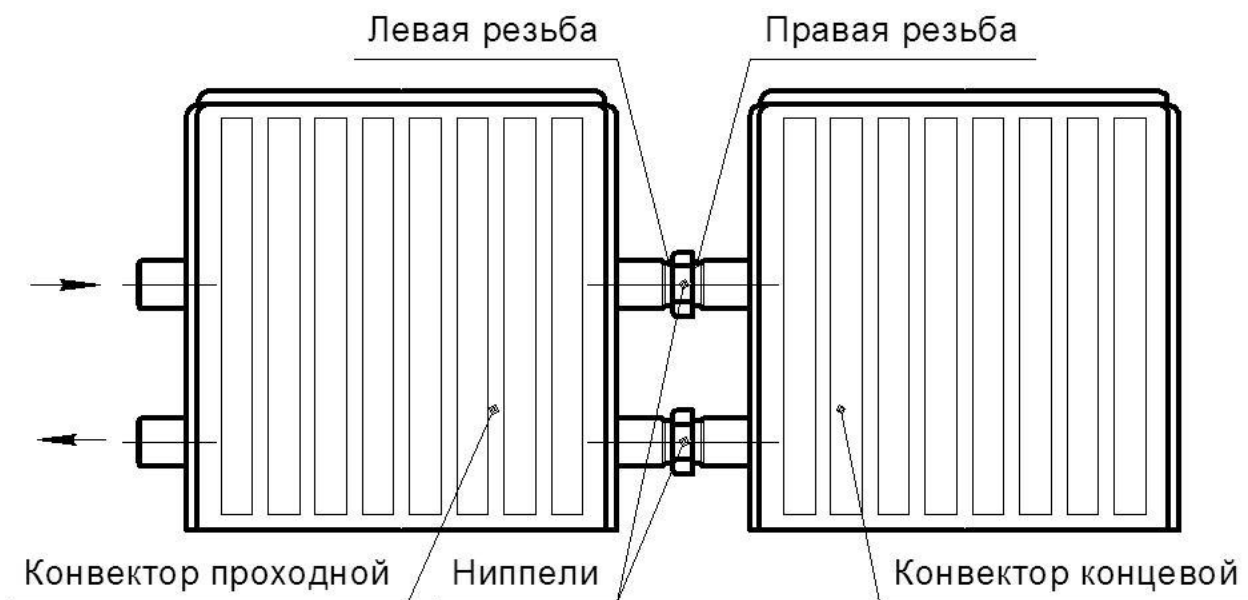

Рисунок 2
5.3.9 Для присоединения проходного конвектора к концевому, открутите заглушки с резьбовых отверстий обоих конвекторов. Присоедините, в горизонтальном положении, проходной конвектор к концевому с помощью ниппелей (см. рис. 2). В качестве уплотнения, для герметизации соединений, используют лён трепаный с соответствующими герметиками.